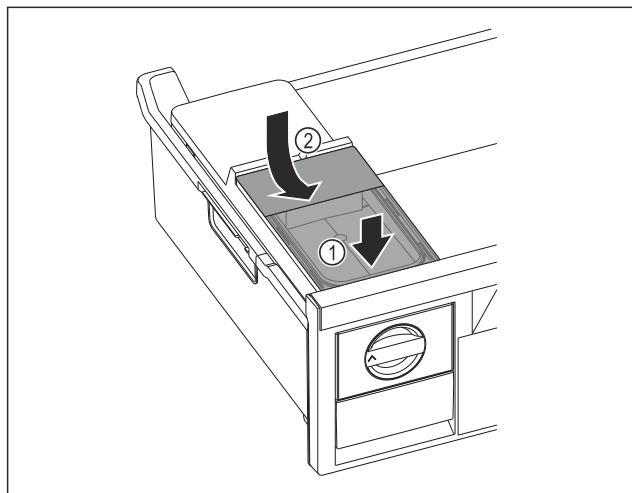

Fig. 76
- Sæt vandtanken i forfra. *Fig. 76 (1)*
- Sænk vandtank ned bagest. *Fig. 76 (2)*